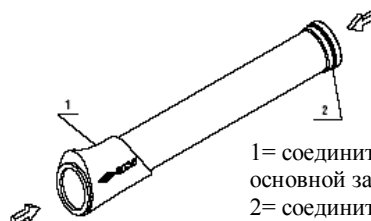

Рис. 11
- Установите на штангу две соединительные втулки основной и второстепенной зажимных планок (рис. 11) легко двигающихся (скользящих) на месте.